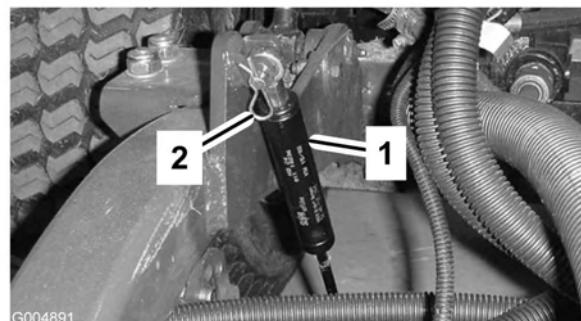

Figura 79
2. Togliete la coppiglia che fissa gli ammortizzatori ai bracci di sollevamento (Figura 79). Girate l'ammortizzatore verso la scocca.